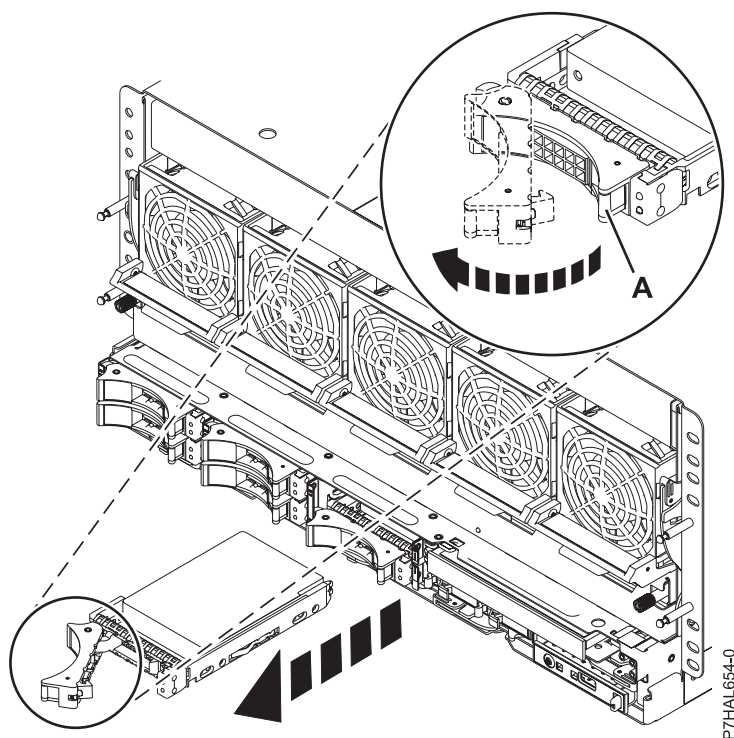

Figura 34. Extracció d'una unitat de disc del sistema
1. Desbloqueu la nansa de la unitat fent pressió i estirant-la cap a vosaltres, tal com es mostra a la Figura 34 a la pàgina 56. Si la nansa no ha sortit del tot, la unitat de disc o unitat d'estat sòlid no podrà lliscar fora del sistema o de la unitat d'expansió.